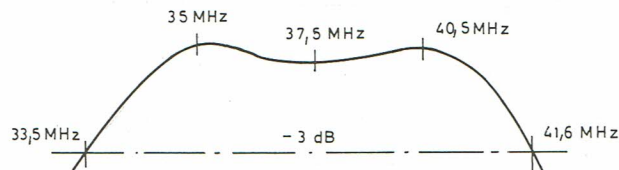

FIG. 14
- L 330 (T 313) pour obtenir la courbe fig. 14.